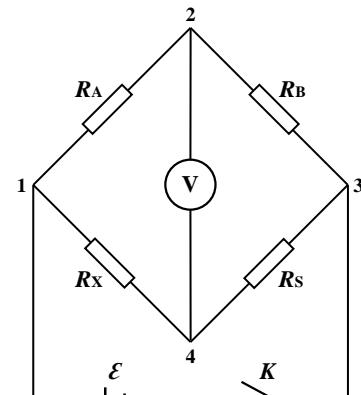

图 1 直流电桥电路
直流电桥电路如图 1 所示。 $R_A$ 、 $R_B$ 、 $R_S$ 、 $R_X$  为四个电阻（其阻值分别为  $R_A$ 、 $R_B$ 、 $R_S$ 、 $R_X$ ），联成四边形，每一边称为电桥的一个桥臂；对角 1 和 3 与直流电源相连，2 和 4 之间连接一个电压表，用来检验其间的电压是否相等。显然，当 2 和 4 的电位相等时，电压表示数为零，此时称为电桥平衡。由欧姆定律可知，当电桥平衡时，有  $U_{12}=U_{14}$ 、
1. 画出图 1 电路图，写出直流电桥的平衡方程。